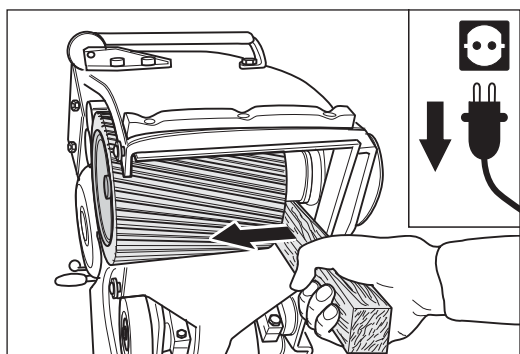

Abb. 50 Wenn die Schleifwalze fest sitzt, vorsichtig mit einem Holz hebeln. **Keine Gewalt anwenden!**
- Um die Maschine nicht zu beschädigen, verwenden Sie bei feststehender Schleifwalze einen Holzhebel (Abb. 50)! Die Schleifwalze niemals durch Hammerschläge lösen!**